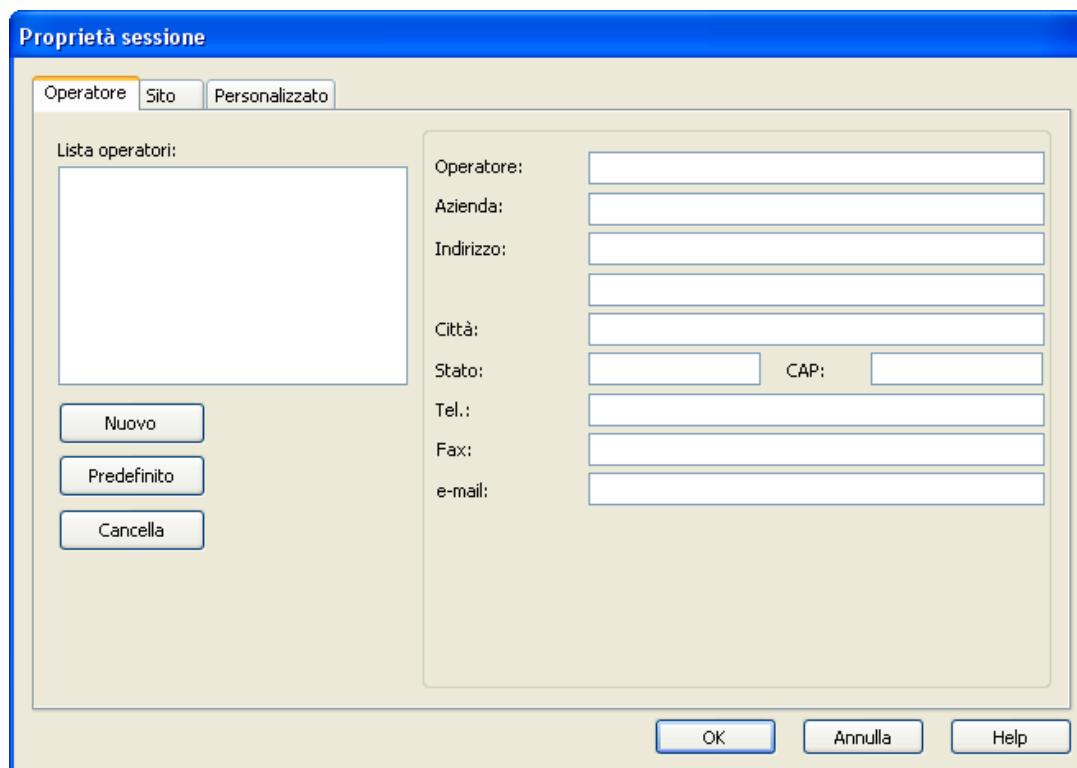

Figura 2-8
- 2) la creazione della base di dati accompagna una finestra di domanda di raggugli (figura 2-8) concernenti la sessione (Operatore, Sito, Personalizzato). Queste informazioni rimangono correlate alla sessione e saranno utilizzate per la redazione automatica di rapporti.